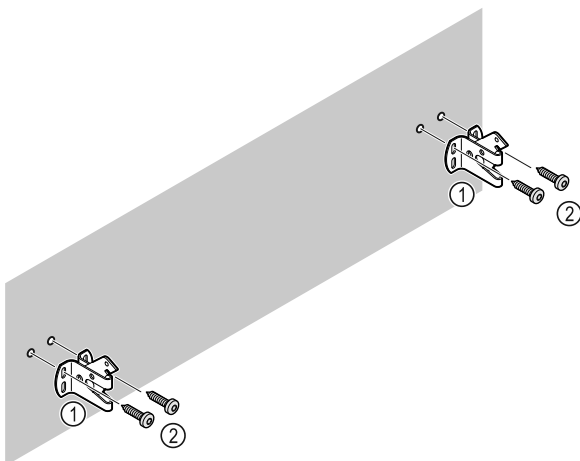

Fig. 11
Selon les propriétés du mur (bois, béton), utiliser un matériel de fixation approprié (par ex. des chevilles) et suffisamment de points de fixation Fig. 11 (2).
- ▶ Fixer les crochets de sécurité. Fig. 11 (1)